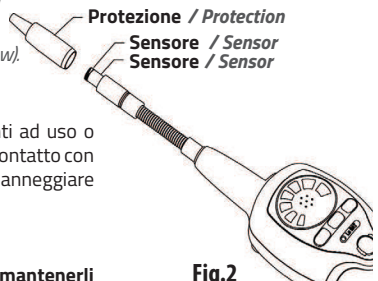

Fig.2
- (1) Togliere il coperchio del tappo conico dal puntale della sonda.
- (2) Tirare fuori il vecchio sensore e inserire quello nuovo nell'attacco (vedi sotto fig.2).
- (3) Inserire il coperchio del tappo sul puntale.
- (1) Remove the cover of the conical lid on the tip of the sensor.
- (2) Pull the old sensor out and insert the new one in the connector (see Fig. 2 below).
- (3) Replace the lid cover on the tip.